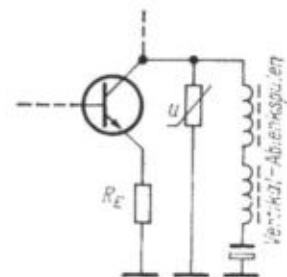

Bild 9
- Dämpfung von Rücklaufspannungsspitzen an Ablenkspulen (Bild 9).